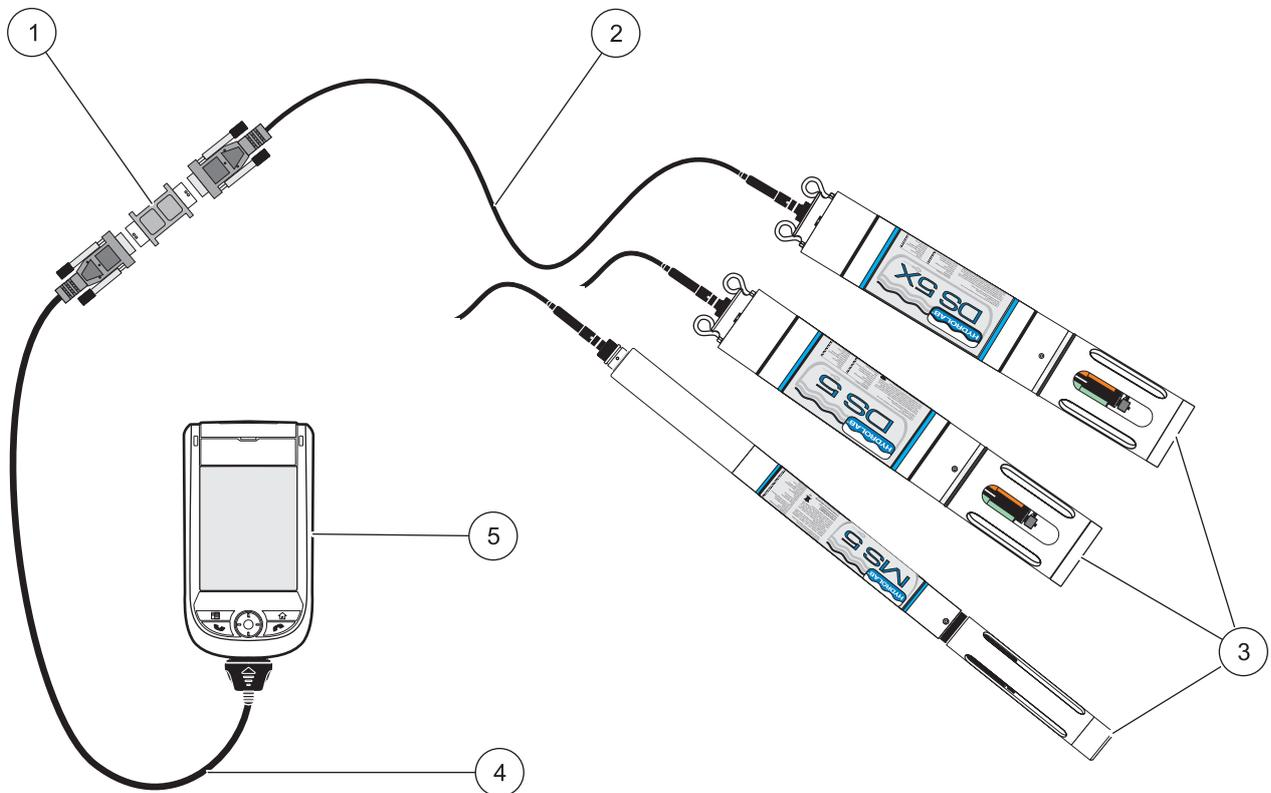

Abbildung 1 Typische Konfiguration - PDA Anschluss an Sonde
Hydras 3 LT Pocket ist kompatibel mit Windows Mobile 2003 und Windows Mobile 5. Der Anschluss an eine Sonde erfordert ein PDA-RS232-Adapterkabel (D9) mit Nullmodem-Adapter (siehe Abbildung 1 auf Seite 11).
Schließen Sie den PDA an eine Sonde an, wie unter Abbildung 1 dargestellt. Das PDA-RS232-Adapterkabel ist bei den meisten PDA-Lieferanten erhältlich.
1. Schließen Sie den PDA mittels PDA- oder RS232-Kabel und Nullmodem-Adapter wie unter Abbildung 1 dargestellt an die Sonde an.